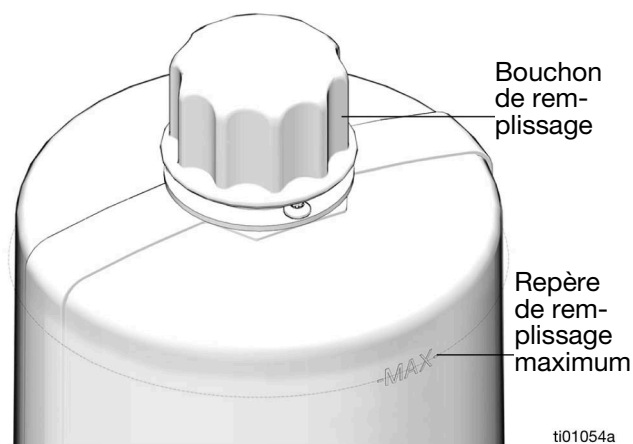

FIG. 22
- Ne pas trop remplir (FIG. 22).
1. Retirer le bouchon de remplissage (Z) (FIG. 22).
2. Verser l'huile dans le réservoir jusqu'au repère de remplissage maximum (FIG. 22).
3. Remettre en place le bouchon de remplissage (Z). Bien serrer le bouchon à la main.